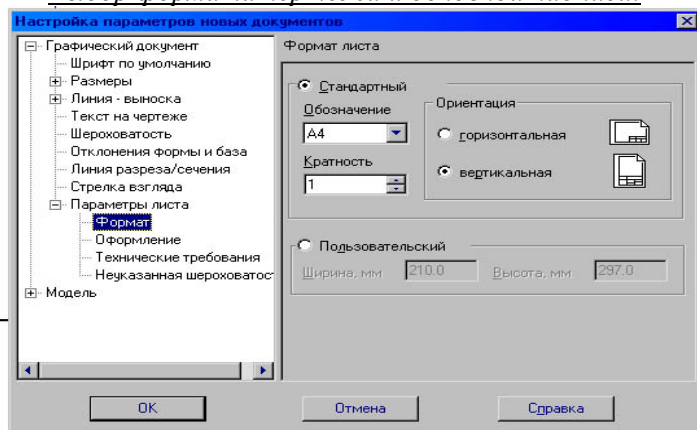

Рис.6
- Для изменения формата и вида штампа следует выбрать (рис.6):